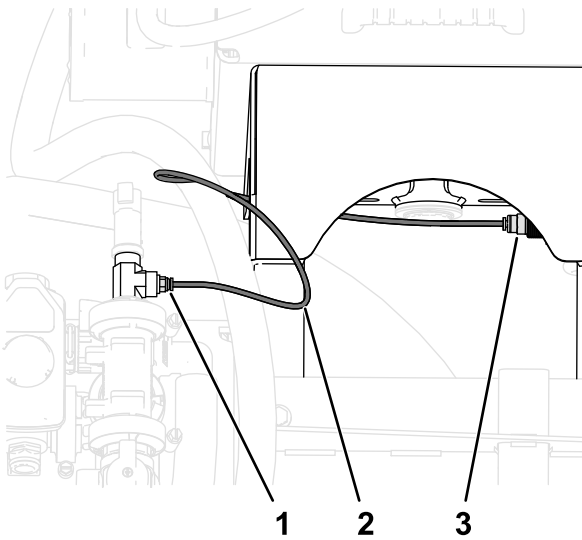

Bild 49
3. Schließen Sie den Druckwandlerschlauch an die Kupplung des Druckmanometers an (Bild 49).